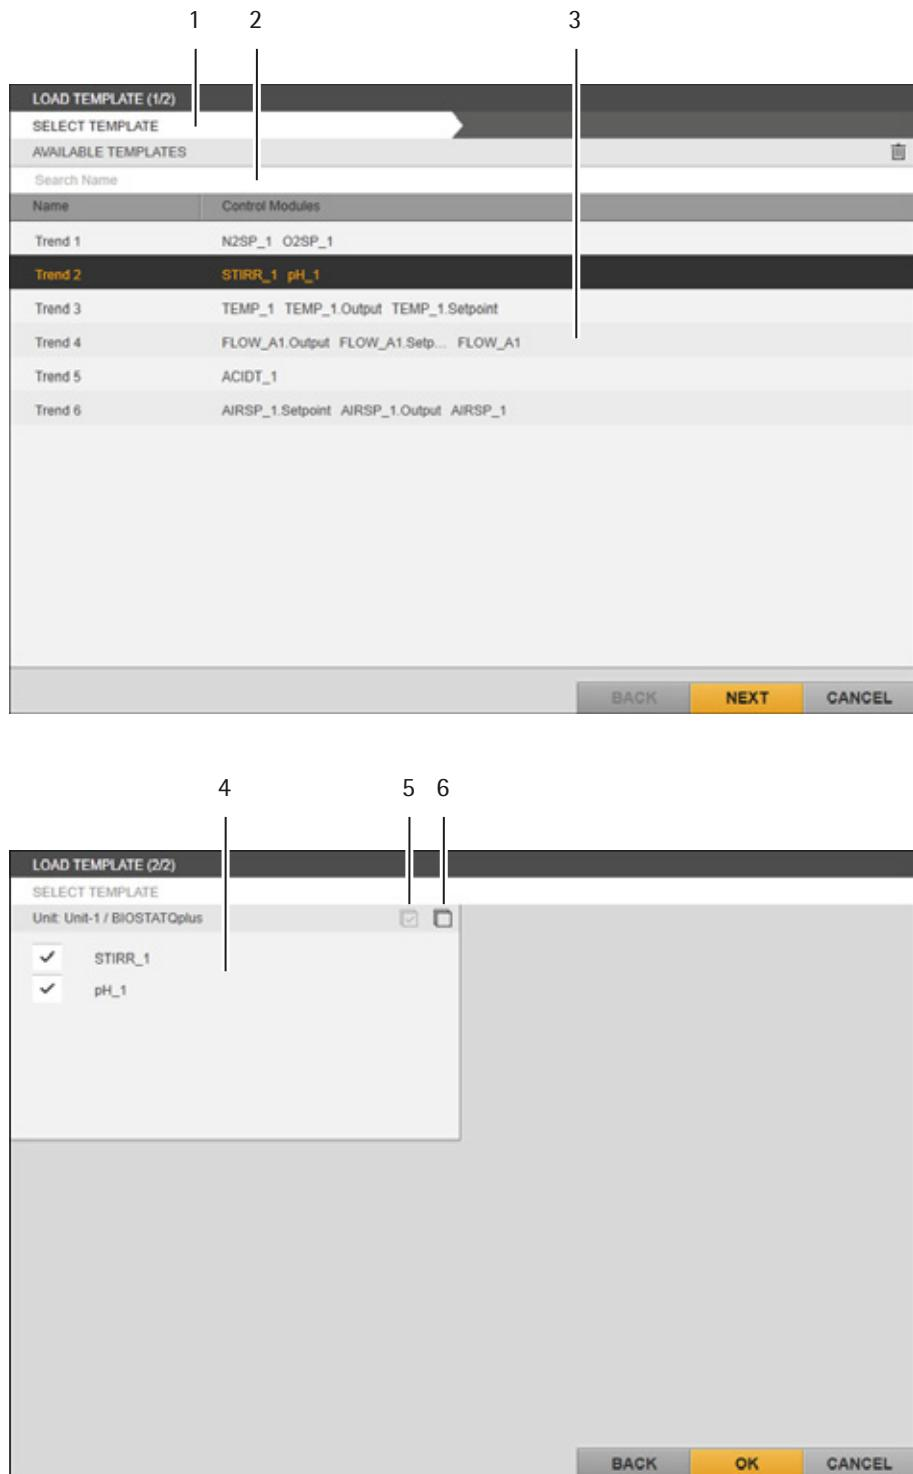

Abb. 6-22: Menü Unit: Trendvorlagen-Auswahl
- ▶ Das Menü „LOAD TEMPLATE (1/2)“ wird eingeblendet (siehe „Abb. 6-22: Menü Unit: Trendvorlagen-Auswahl“, Seite 102).